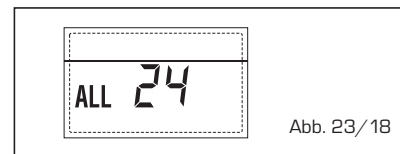

Abb. 23/18
- STÖRUNG SONDE SOLARBOILER (S2) "ALL 25" (Abb. 23/19)